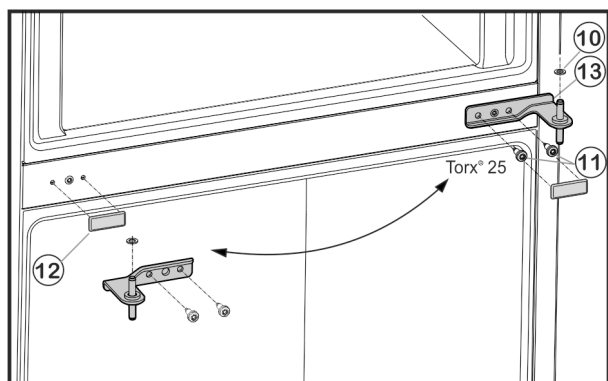

Fig. 6
- ▶ Śruby mocujące Fig. 6 (11) odkręcić (2 x Torx® 25) i z dolnych drzwi wyjąć środkową płytkę zawiasu.
- ▶ Zdjąć podkładkę z tworzywa sztucznego Fig. 6 (10).
- ▶ Ostrożnie zdjąć osłonę Fig. 6 (12).
- ▶ Założyć osłonę Fig. 6 (12) po przeciwnej stronie.
- ▶ Środkową płytkę zawiasu Fig. 6 (13) obrócić o 180° włożyć w dolne drzwi i przykręcić po nowej stronie zawiasu za pomocą śrub mocujących Fig. 6 (11) (2 x Torx® 25) (z siłą 4 Nm).
- ▶ Ponownie założyć podkładkę z tworzywa sztucznego Fig. 6 (10).
- ▶ Założyć górne drzwi na środkową płytkę zawiasu Fig. 6 (13).